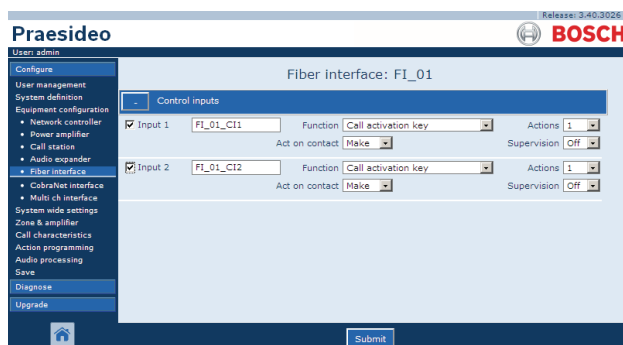

figura 44.51: Configurar interfaz de fibra, paso 2
- 2 Haga clic en el nombre de la interfaz de fibra que deba configurar. Aparecerá una pantalla similar a la mostrada en figura 44.51 en el cuadro principal de la interfaz Web.